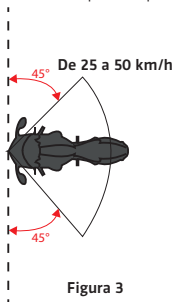

Figura 3
Se espera que el Sistema se infle y proteja antes de que las zonas corporales cubiertas del usuario entren en contacto con un obstáculo, en Colisiones en las que una Motocicleta Golpea un Vehículo u Obstáculo (Figura 3) de acuerdo con las siguientes condiciones:
**¡IMPORTANTE!** La figura 3 muestra la envoltura de protección en la que se espera que el sistema se infle antes de que las zonas cubiertas por el cuerpo del usuario entren en contacto con un obstáculo. A velocidades superiores a 50 km/h (31 mph) o fuera del ángulo declarado, se espera que el sistema se despliegue también, sin embargo, fuera de la envoltura de protección el sistema puede no estar completamente inflado antes de que haya contacto entre el obstáculo y las áreas cubiertas del usuario.